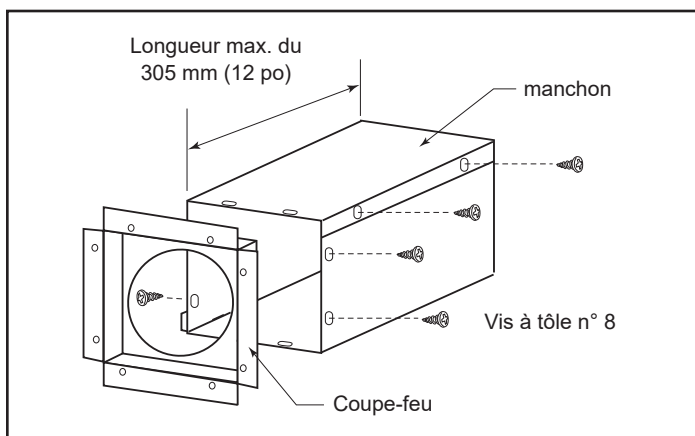

Figure 3.22 – Assembler le manchon et le coupe-feu muraux
2. Mesurez l'épaisseur du mur et coupez des sections de manchon à dégagement nul ayant la bonne longueur (305 mm – 12 po au maximum). Assemblez ensuite le manchon avec les vis à tôle n° 8 fournies. Attachez la plaque coupe-feu à l'extrémité percée du manchon (figure 3.22). **REMARQUE** : Le manchon à dégagement nul n'est requis que pour les murs combustibles.
3. Installez l'ensemble manchon/coupe-feu mural dans la découpe du mur et fixez le coupe-feu à l'élément de l'encadrement de la découpe (figure 3.22).